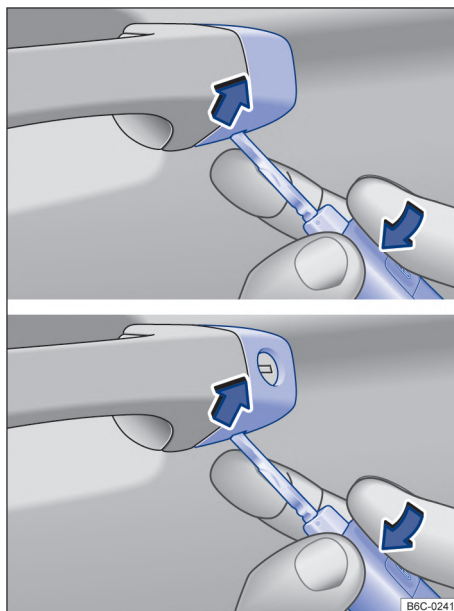

Fig. 58 Manilla de la puerta del conductor: desacoplar la caperuza.
- Levantar la caperuza con la llave del vehículo en el sentido de la flecha → fig. 58.